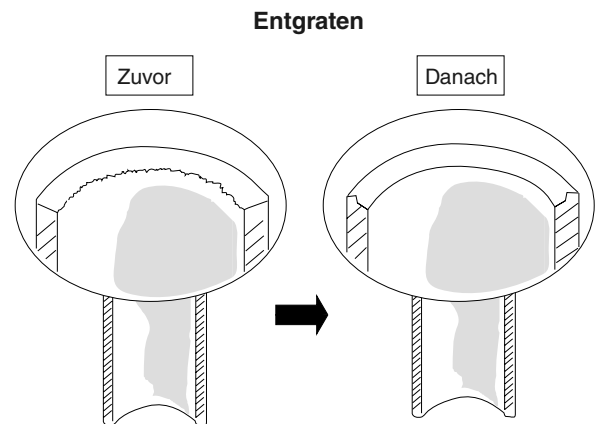

Abb. 7-1
- (1) Die Kupferleitung mit einem Rohrschneidwerkzeug auf die erforderliche Länge zuschneiden. Es wird empfohlen, dabei zur geschätzten Länge ungefähr 30 bis 50 cm hinzuzufügen.
- (2) Das Ende der Kupferleitung nun mit einer Reibahle oder Feile entgraten. Dies ist sehr wichtig und muss sorgfältig durchgeführt werden, um eine korrekte Ausweitung zu erhalten. (Abb. 7-1)